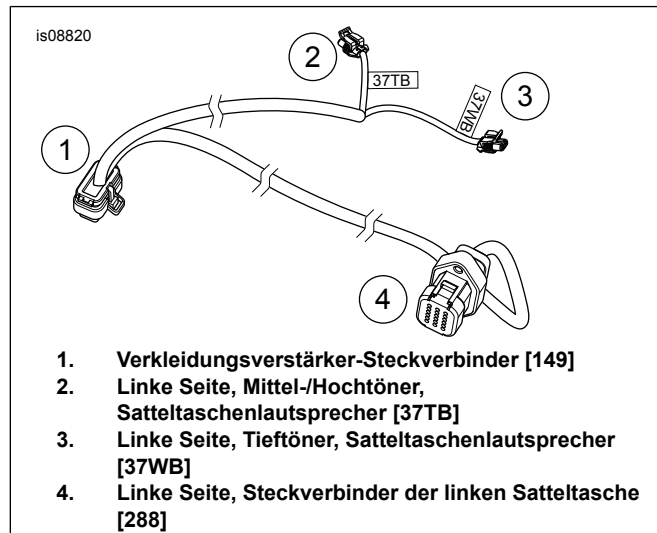

Abbildung 12. Kabelbaum, linker Satteltaschen-Lautsprecher
4. Zwei Führungslöcher (5) für den Befestigungsflansch des Steckverbinders bohren.
5. Die Schablone entfernen. Die Größe der Öffnung (4) mit dem 18-poligen Flanschsteckverbinder [288A] des Satteltaschenkabelbaums aus dem Satz überprüfen (siehe Abbildung 12, Teil 4).